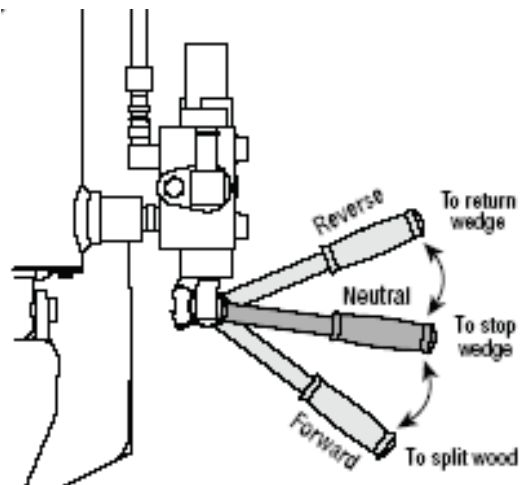

Figura 13
- Sólo si se encuentra en la zona de operación segura, ponga en funcionamiento la partidora con la palanca de mando (Figura 13).